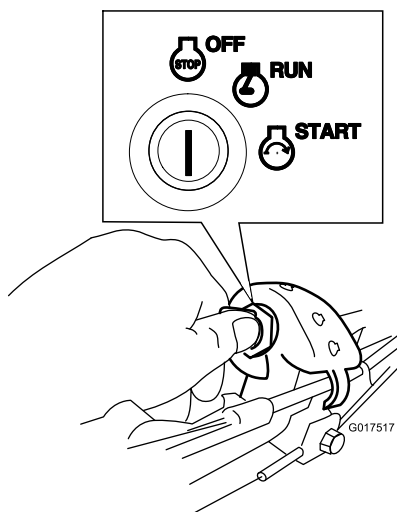

Figura 21
1. Gire la llave de contacto a la posición DESCONECTADO (Figura 21).